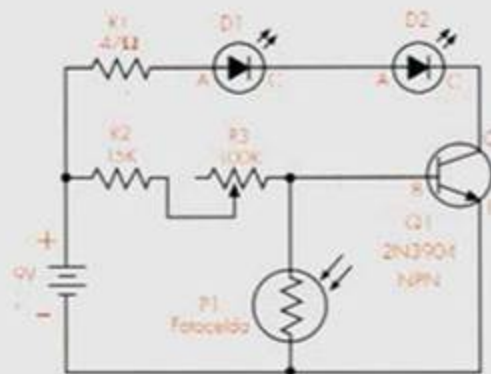

Figura 1. Diagrama esquemático
1. Arme en el protoboard el circuito que aparece en el diagrama esquemático (figura 1). Puede usar como guía el diagrama pictórico. Recuerde que puede montar los componentes en cualquier orden, a excepción de la batería, la cual debe conectarse de último.
2. Asegúrese que los dos LEDs D1 y D2, queden con la polaridad correcta, es decir, que el pin más corto coincida con el cátodo (C).